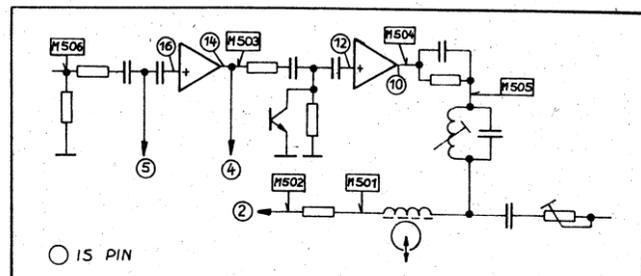

Bild 6
- Mit dem NF-Generator 9 mV (315 Hz) in XM 508 bzw. XM 558 einspeisen und mit R_{1530} an beiden Kanälen gleiche Spannungen zwischen XM 501 und XM 502 bzw. XM 551 und XM 552 einstellen. Danach ist die Kanalgleichheit nochmals bei $0,235 \text{ mV}$ zu überprüfen (s. Bild 6).